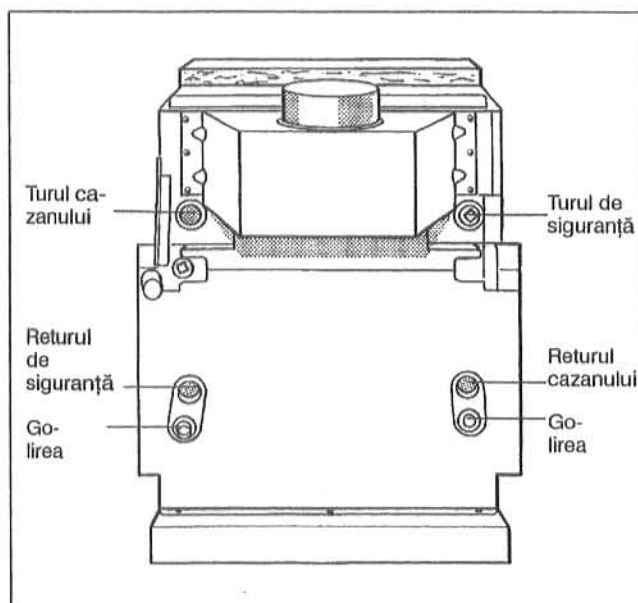

Fig. 9: Racorduri de pe partea apei
Racordul dispozitivelor de siguranță are loc la turul de siguranță (Fig. 9) din construcție în afara intervalului dispozitivului de menținere a curgerii. Dacă locul de montare a dispozitivelor de siguranță la ambele blocuri de cazane este neblocaabil, atunci pot fi folosite dispozitive de siguranță comune. La folosirea setului de racordări Buderus nu este cazul se aceea trebuie ca fiecare bloc de cazan să fie asigurat independent.
- Cazanul se va racorda la rețeaua de conducte a instalației de încălzire (Fig. 9).
Pentru asigurarea funcționării cazanului, fiecare racord trebuie efectuat numai la locul de racordare prevăzut (Fig. 9).